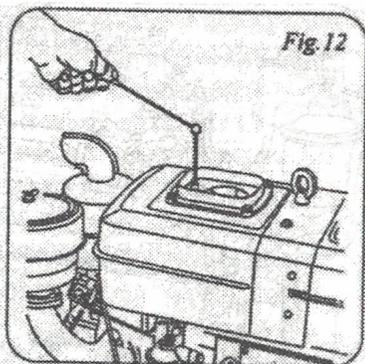

Рис. 12
4) При заполнении бака охлаждающей жидкости используйте мягкую воду (питьевая вода, дождевая вода, любую воду, очищенную от пыли и грязи). Добавьте воду, когда красный поплавок падает к самому нижнему уровню (рис.12).